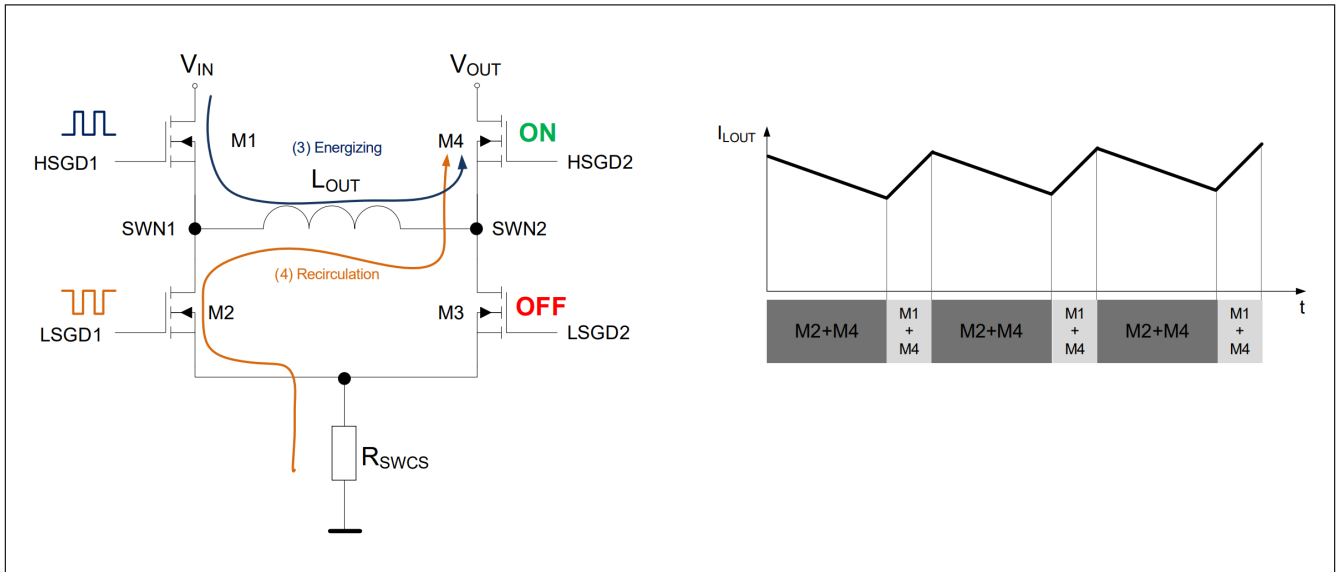

图 14 降压模式下 4 开关 H 桥架构
- 开关 M1 和 M2 交替使用, 其行为类似于典型的同步降压调节器 (参见图 14)